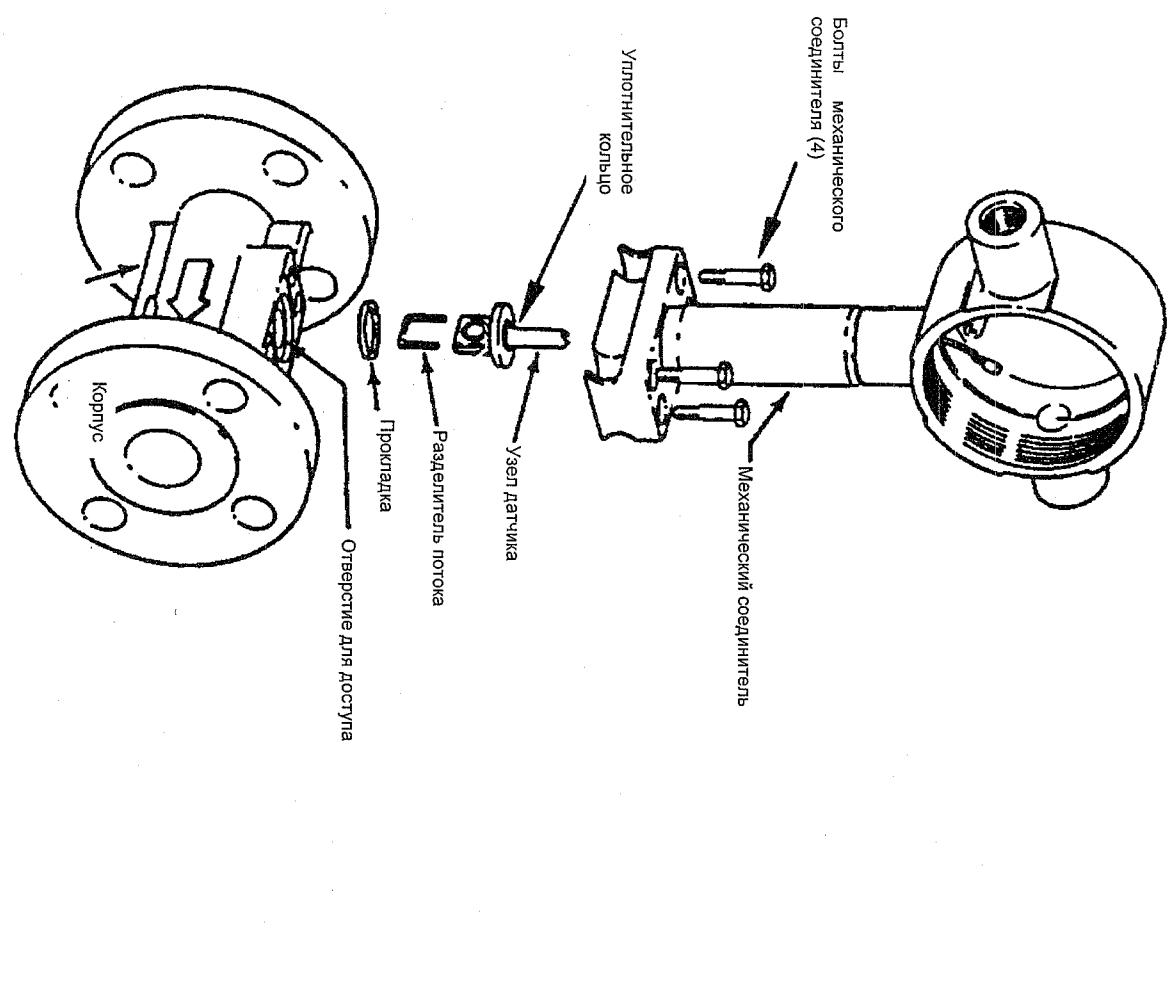

Рис. 36. Расходомер и распределительная коробка
3. См. рис. 36. Снимите болты механического соединительного узла. (Расходомеры в взрывобезопасном исполнении СЕНЕЛЕС снабжены специальными болтами и кожухом-пластиной, защищающей стандартный соединительный узел. После демонтажа болтов кожух-пластинка остается между соединительным узлом и корпусом).